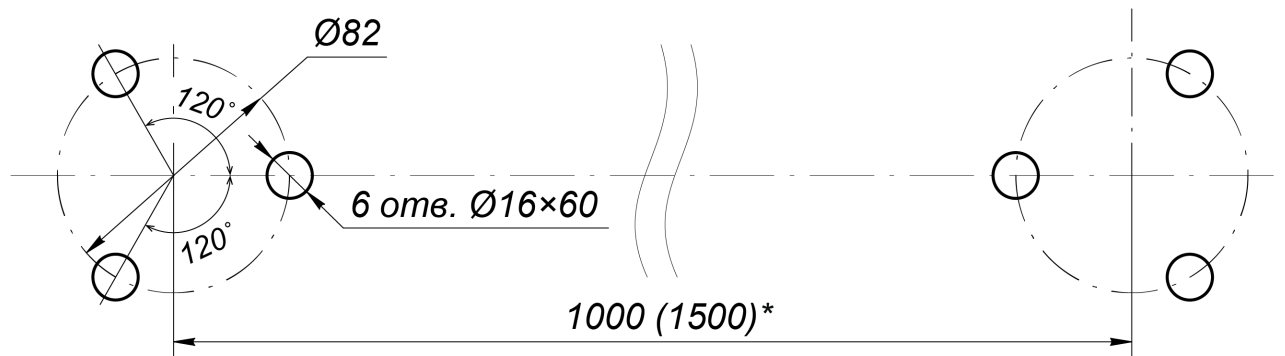
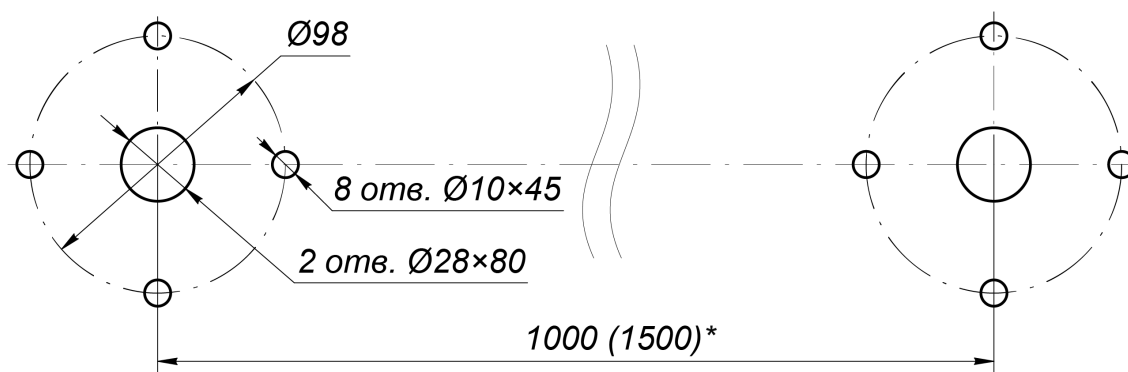

Рисунок 11. Схема разметки отверстий для стационарной секции ограждения¹
Рисунок 12. Схема разметки отверстий для установки фланцев быстросъемной секции ограждения¹
3. Разметьте и просверлите отверстия на установочной поверхности под анкеры М10 в соответствии со схемой разметки (см. рис. 11). Сначала размечаются центры установки стоек секции ограждения, затем от них размечаются точки крепления стоек, допускается использование в качестве шаблона непосредственно самих фланцев стоек.
2. Разметьте и просверлите отверстия на установочной поверхности под анкера М10 в соответствии со схемой разметки (см. рис. 11, для быстросъемной секции – рис. 12). Сначала размечаются центры установки стоек секции ограждения, затем от них размечаются точки крепления стоек, допускается использование в качестве шаблона непосредственно самих фланцев стоек.